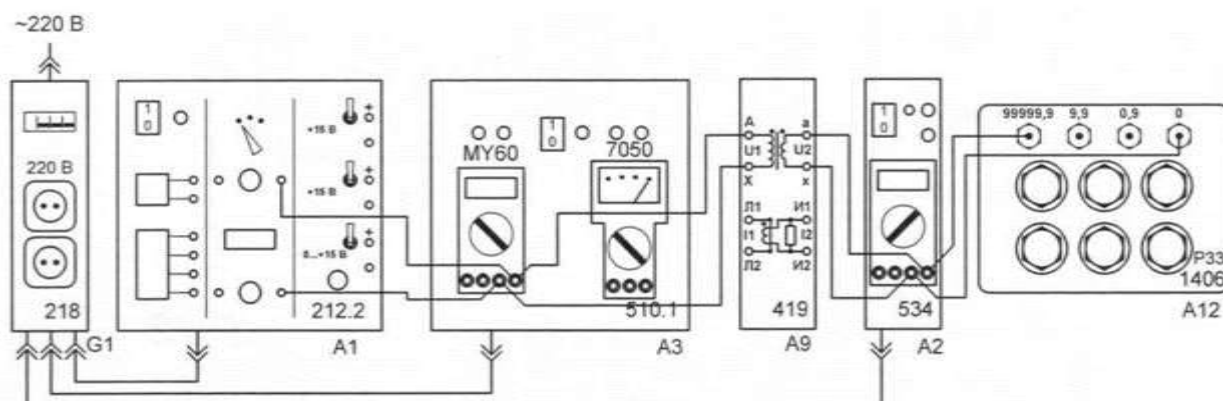
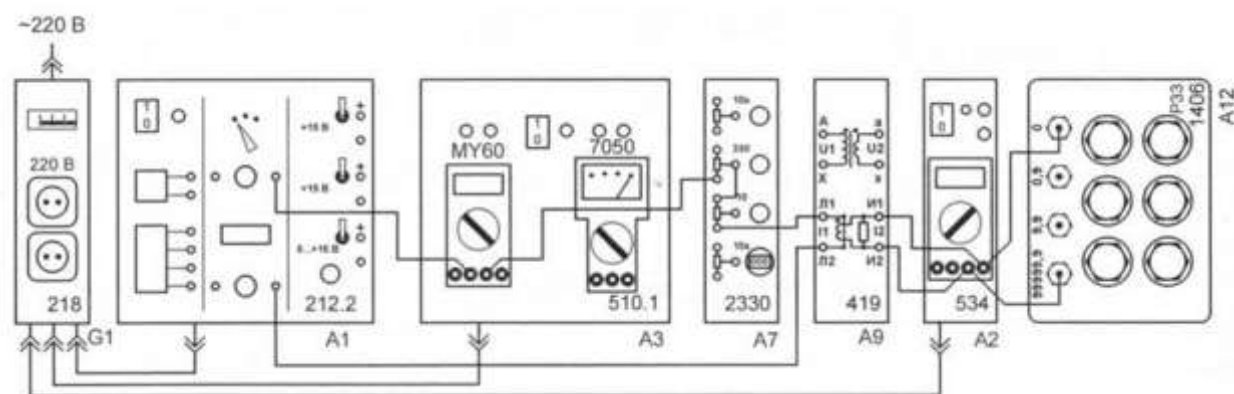

Рис. 8. Схема электрическая соединений для испытания трансформатора напряжения
Рис. 9. Схема электрическая соединений для испытания трансформатора тока
Лабораторная установка для испытания трансформатора напряжения (рис. 8) и трансформатора тока (рис. 9) состоит из однофазного источника
- Соедините аппаратуру в соответствии со схемой электрической соединений рис. 8.
- При необходимости, ручкой регулировки напряжения «Амплитуда» генератора А1 подстройте напряжение U_1 на входе трансформатора напряжения (рис. 8).
- Соедините аппаратуру в соответствии со схемой электрической соединений рис. 9.